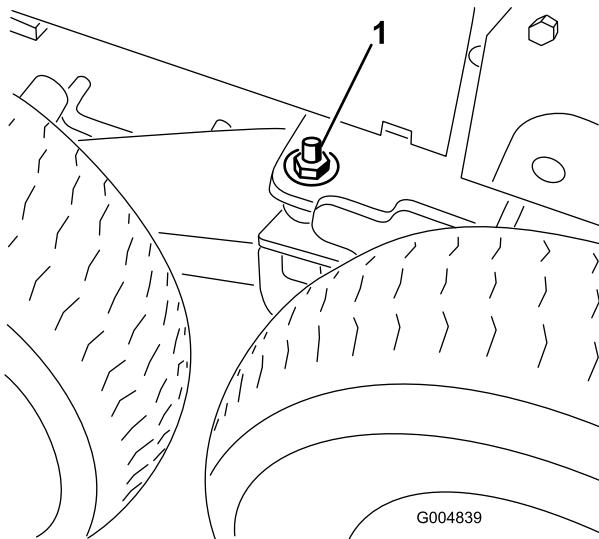

Figura 53
- Retire la arandela plana (1/2 pulgada) y la tuerca (1/2 pulgada) instaladas en el espárrago de cada pivote del bogie (Figura 53).